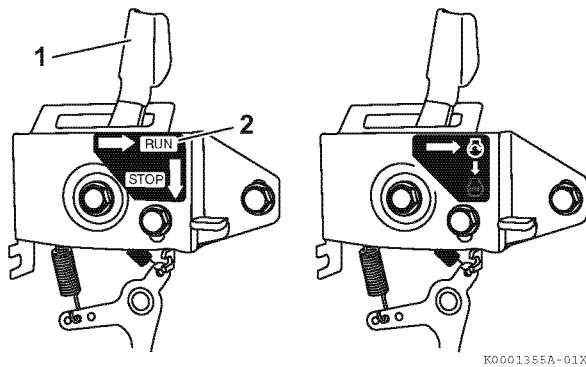

Abbildung 13
2. Falls die Motordrehzahlregelung **Abbildung 13** ähnelt, Drehzahlregelungshebel (1, **Abbildung 13**) auf Position RUN oder (2, **Abbildung 13**) schieben.